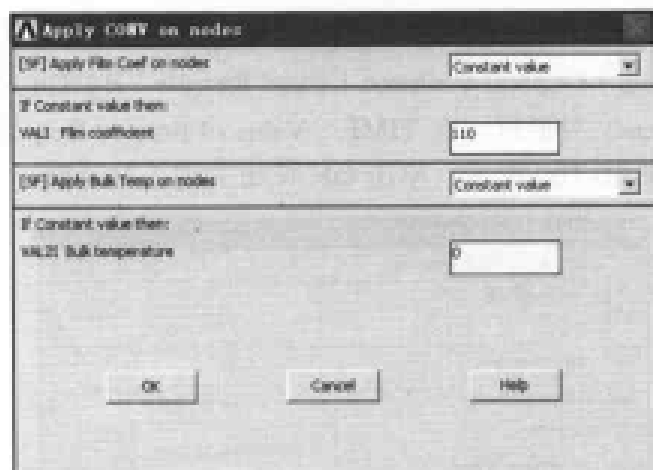

图 10-98 施加对流载荷对话框
(7) 选择 Main Menu | Solution | Define Loads | Apply | Thermal | Convection | On Nodes 命令,出现 Apply CONV on nodes 菜单,单击 Pick All 按钮,出现 Apply CONV on nodes 对话框,在 VAL1 Film coefficient 文本框中输入 110,在 VAL2 Bulk temperature 文本框中输入 0,如图 10-98 所示,单击 OK 按钮关闭该对话框。